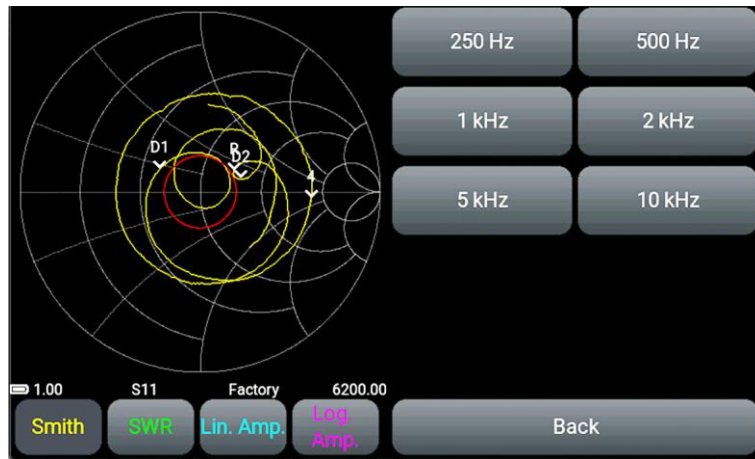

Рисунок 9.4 – Выбор полосы пропускания в меню BW
9.2.5. В меню **BW** (Рисунок 9.4) осуществляется выбор полосы пропускания цифрового фильтра ПЧ. Чем уже полоса пропускания цифрового фильтра, тем выше соотношение сигнал/шум и, следовательно, выше точность измерений. При уменьшении полосы пропускания возрастает время сканирования.